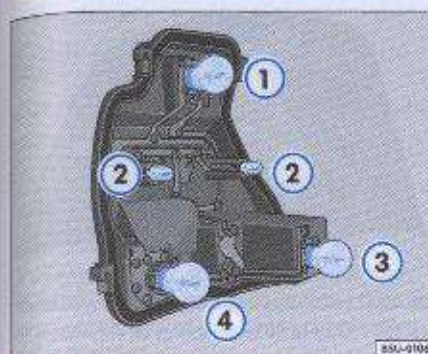

Fig. 148 Lámparas de la linterna trasera
La localización y la identificación de las lámparas ⇒ fig. 148 están relacionadas a continuación:
- Para sustituir las lámparas quemadas ⇒ página 215, fig. 148 ①, ③ y ④, presiónelas contra el soporte y gírelas, al mismo tiempo, en el sentido antihorario. Para remover las lámparas quemadas ⇒ página 215, fig. 148 ②, basta tirarlas hacia afuera del soporte.